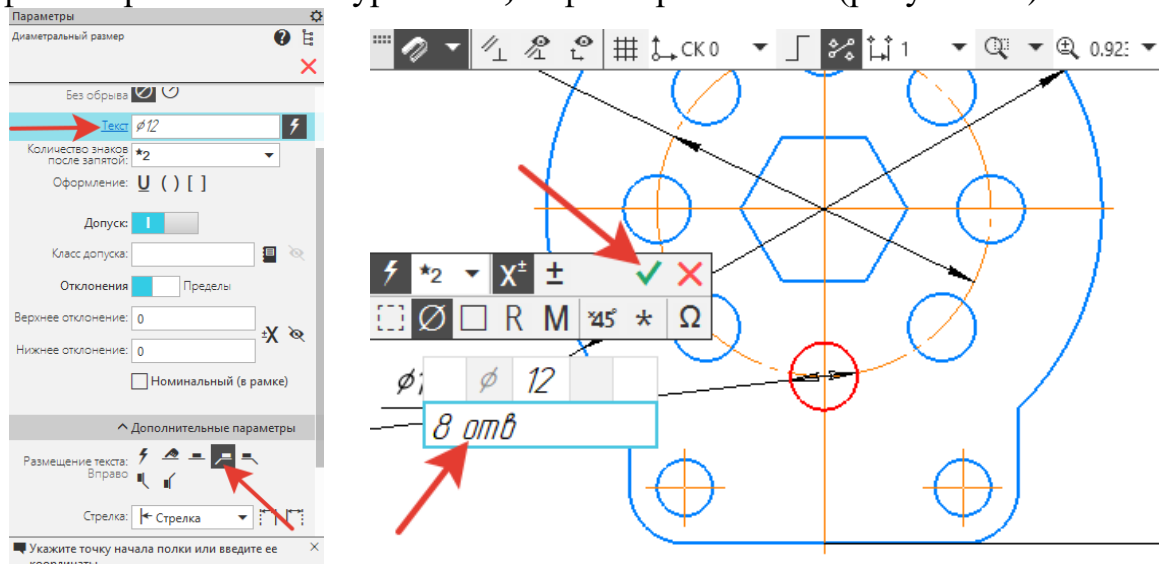

Рисунок 24.
18. Для простановки диаметрального размера на восемь отверстий необходимо: выбрать  **Диаметральный размер**, указать на одну окружность, в **Дополнительных параметрах** выбрать **Размещение текста - вправо**. Нажать курсором на окно **Текст - Ø12**. Откроется дополнительное окно, и в нижней графе - набрать с клавиатуры **8 отв**, зафиксировать  (рисунок 24).